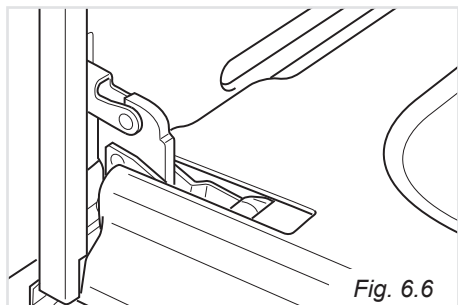

Fig. 6.6
- Aprire completamente la porta del forno (fig. 6.6).